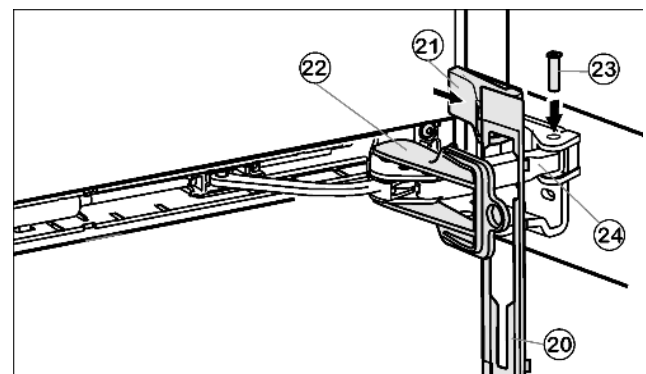

Рис. 14
- Натяните заглушку Рис. 14 (20) на рычаг доводчика таким образом, чтобы стопор показался наружу и передней стороной к прибору.
- Потяните рычаг доводчика Рис. 14 (24) к опорной детали и сверху вставьте болты Рис. 14 (23) таким образом, чтобы квадратная головка села в углубление.
- Установите защитную крышку Рис. 14 (21) и зафиксируйте ее.
- ▶ Отвинтите предохранитель *Рис. 14 (22)*.
- ▶ Вставьте заглушку *Рис. 14 (20)* на дверь и зафиксируйте ее.